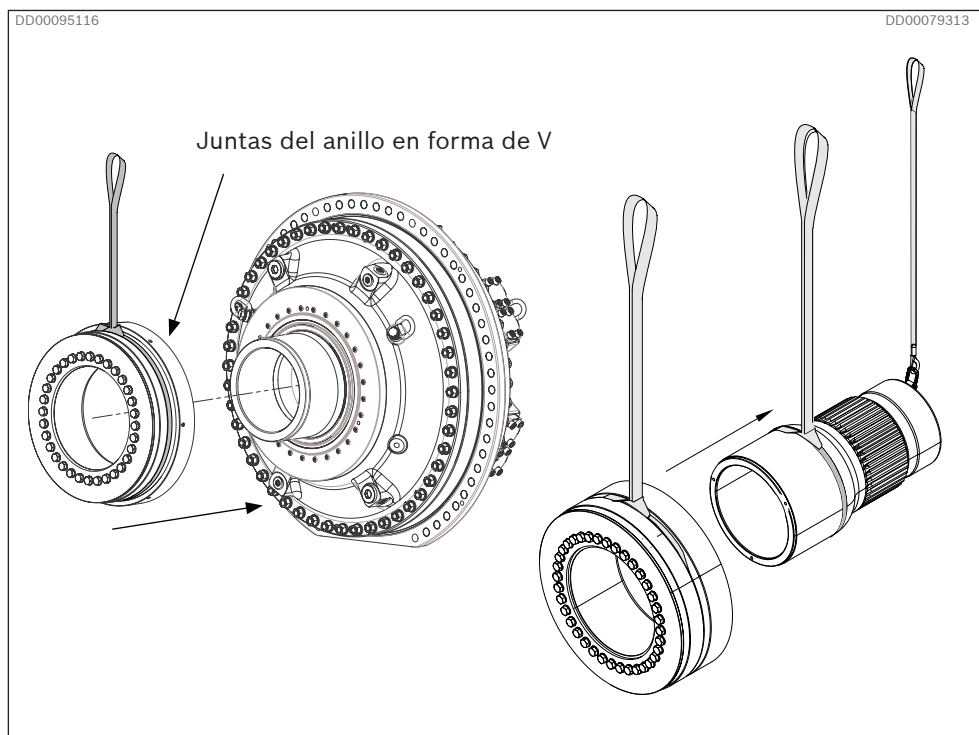
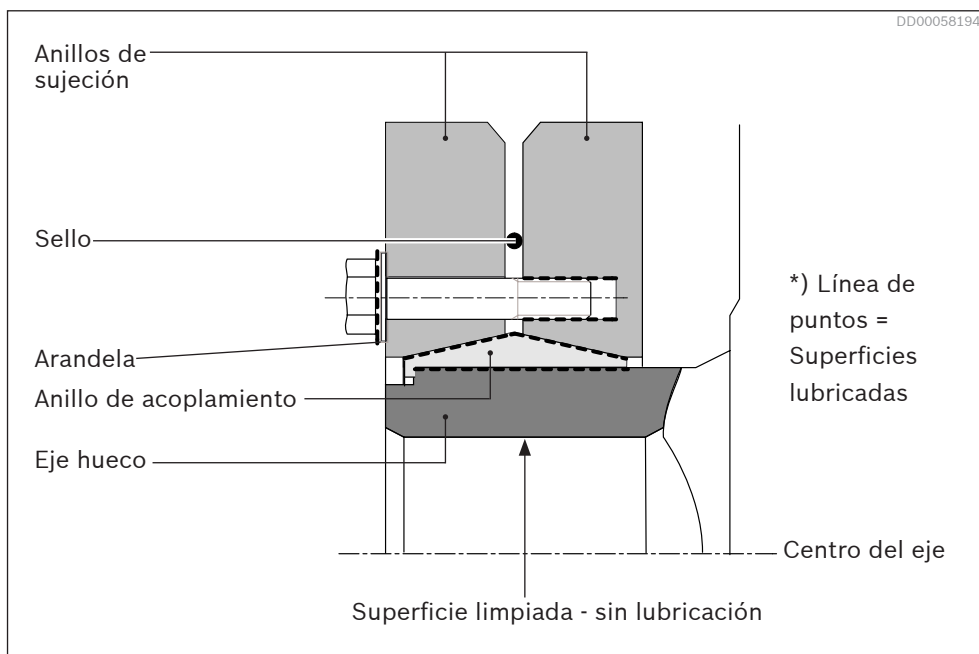

Fig. 39: Instalación del disco compresor en el eje del adaptador o el motor de acoplamiento
Fig. 40: Disco compresor
1. Debe comprobar que el disco compresor venga de fábrica lubricado con grasa en las superficies cónicas y los tornillos (ver *Fig. 40*). Este lubricante permanecerá en dichas superficies.
- En ningún caso debe transferirse grasa a las superficies que hay entre el eje accionado y el motor de acoplamiento o el eje del adaptador (ver *Fig. 40*).
6. Instale el disco compresor en el eje hueco. Utilice un soporte adecuado entre los anillos de sujeción.(ver *Fig. 39* y *Fig. 40*) El acoplamiento se debe empujar hasta arriba del freno del eje hueco. Si es necesario, separe el anillo de sujeción para facilitar la instalación.
*) La superficie cónica entre el anillo de acoplamiento y los anillos de sujeción, así como los tornillos, se deben engrasar con pasta Molykote G-Rapid plus (ver Fig. 40). La herramienta viene ya de fábrica con este recubrimiento.